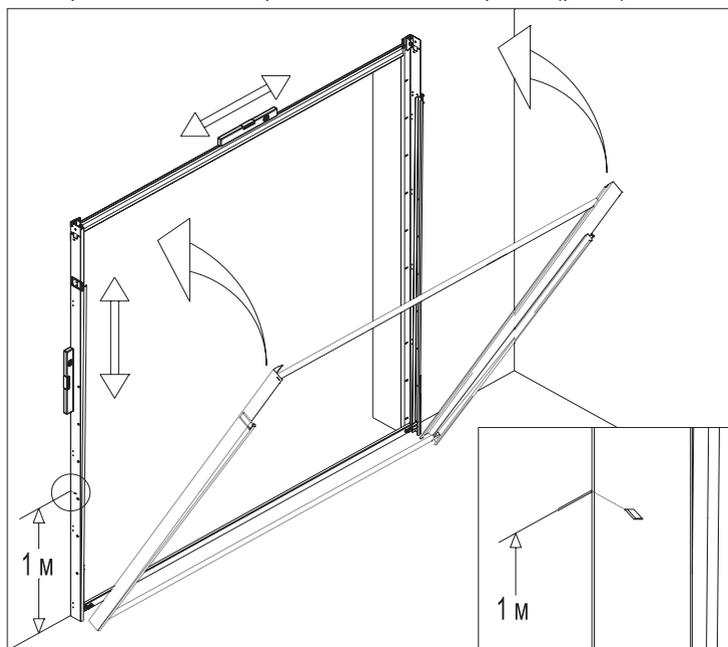

Рис. 8.
Закрепление собранной вертикальной рамки несущего каркаса к проему (рис.8) производится в следующем порядке:
- 3) выставить и зафиксировать рамку в вертикальной плоскости, совместив прощелки в опорных стойках с метровыми метками на проеме (рис.8);